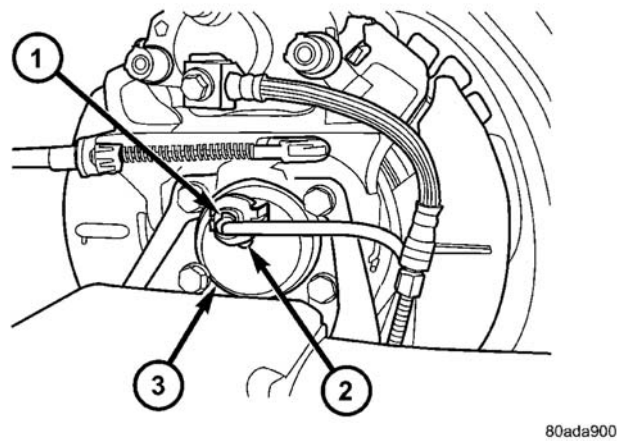

图 8 轮毂和轴承上的传感器接头
- （a）从轮速传感器头的后部卸下辅助（黄色）固定夹子（图 8）。
- （b）将金属固定夹子向上推到底（图 8）。这样能从轮毂和轴承上松开轮速传感器头。
(c) 安装辅助 (黄色) 固定夹子到轮速传感器头, 并结合每侧的凸舌 (图 8)。